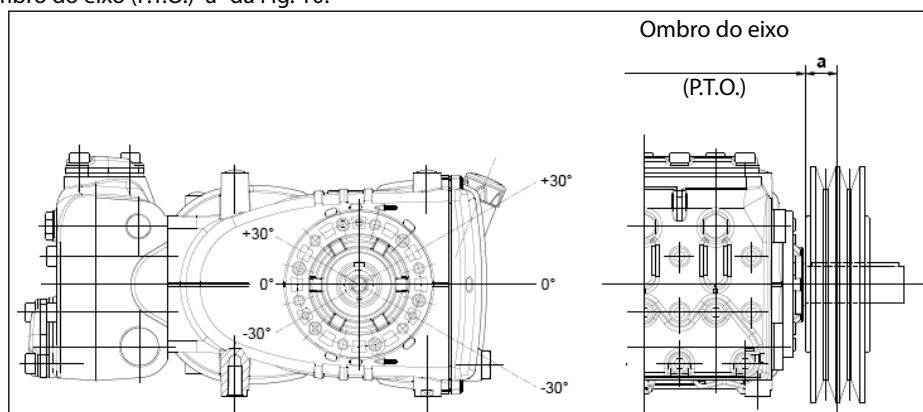

Fig. 10
A carga radial sobre o eixo não deve ser superior a 4500 N (valor necessário para a definição do layout). A transmissão é considerada adequada se tal carga é aplicada a uma distância máxima de $a = 50 \text{ mm}$ do ombro do eixo (P.T.O), conforme indicado na Fig. 10.
- b) Use correias de alto rendimento - por exemplo **XPB** ao invés de **SPB** - pois será necessário uma quantidade inferior de correias com a mesma potência transmitida e uma consequente distância inferior do resultante em relação ao ombro do eixo (P.T.O.) "a" da Fig. 10.
- e) Siga a direção da tensão da correia, conforme indicado na Fig. 10 para exigências diferentes, contate o **Departamento Técnico** ou o **Serviço de Assistência Técnica**.